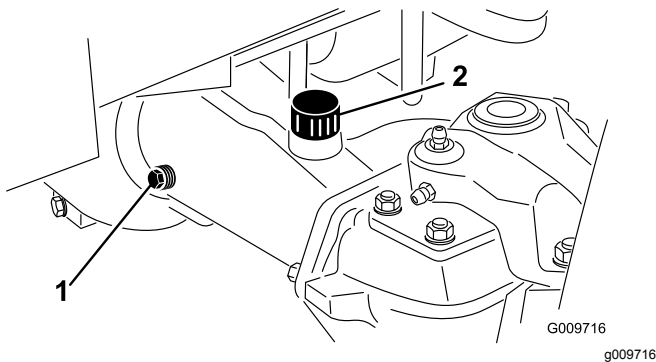

Figure 62
2. Retirez un bouchon de contrôle (Figure 62) à une extrémité du pont et vérifiez si le lubrifiant atteint le bas de l'orifice. Si le niveau est trop bas, enlevez le bouchon de remplissage (Figure 62) et ajoutez la quantité d'huile qui convient pour amener le niveau au bas des orifices des bouchons de contrôle.